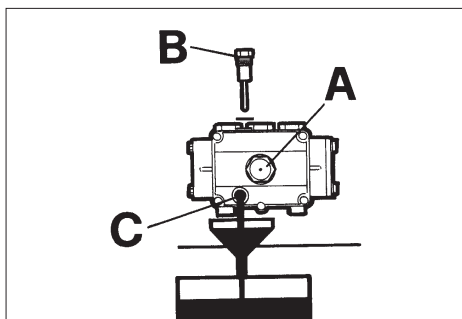

FIG. 18
2) Desatarraxe a tampa com a vareta de controlo do nível (fig. 18).